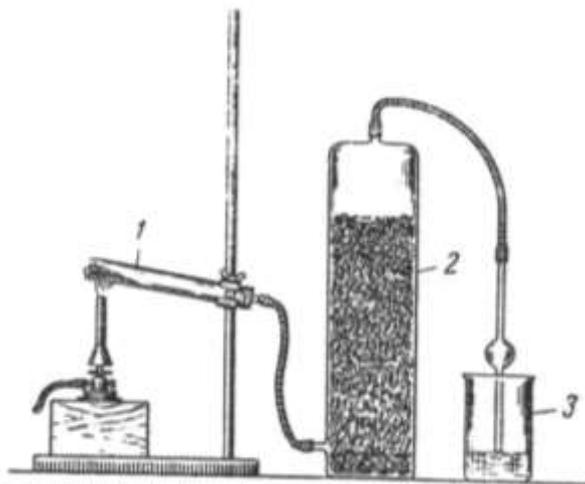

Figura 1: Aparelhagem para produção/obtenção da amônia.
**Preparação da amônia:** a) Monte um sistema como o da Figura 1.